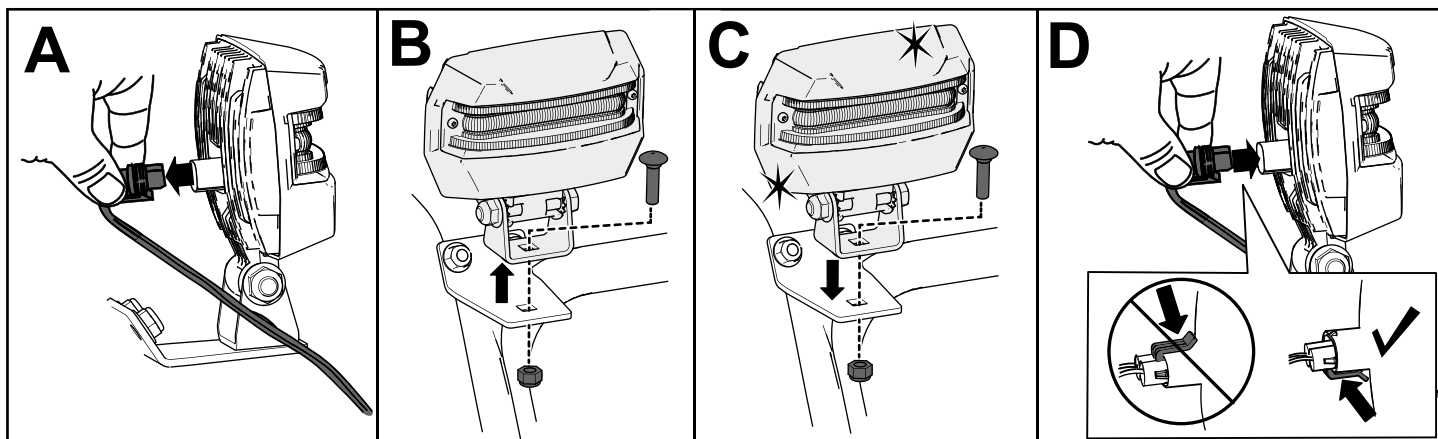

Figure 38
1. Débranchez le fil au dos du phare (A de la Figure 38).
2. Retirez le boulon et l'écrou qui fixent le phare sur son support, puis déposez le phare (B de la Figure 38).
3. Fixez le nouveau phare sur le support au moyen de l'écrou et du boulon retirés précédemment (C de la Figure 38).
4. Insérez le fil du phare directement au dos du phare en l'enfonçant bien en place (D de la Figure 38).